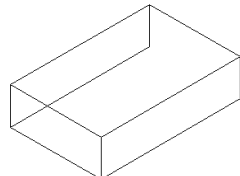

图 11-41 绘制结果
- 06 单击【绘图】工具栏中的^{3D}按钮，配合【捕捉端点】功能，绘制如图 11-41 所示的三条轮廓线。